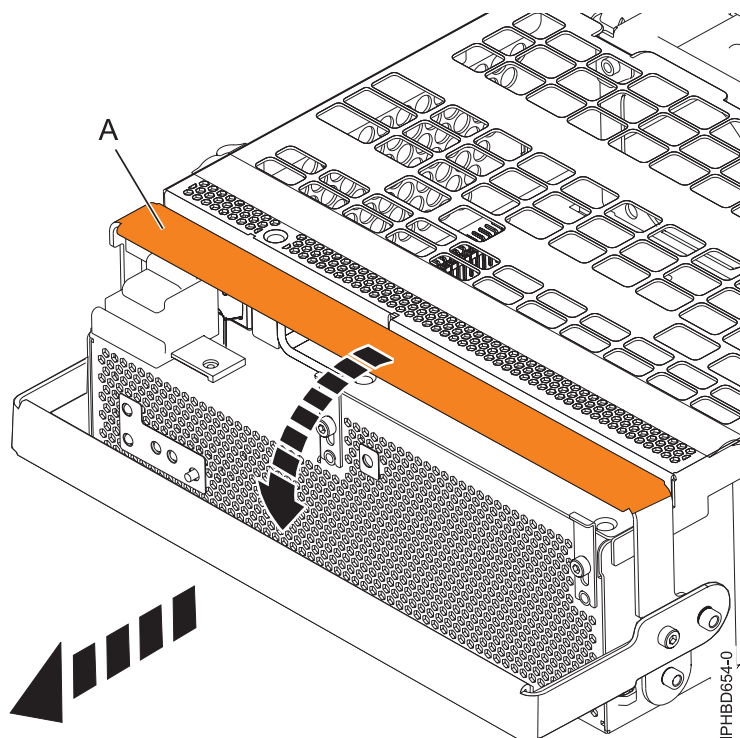

Figura 15. Extracción de una fuente de alimentación
10. Gire el asa de bloqueo de fuente de alimentación (A) hasta la posición de abierto como se muestra en la Figura 15 en la página 16. Extraiga la fuente de alimentación de la unidad de expansión.